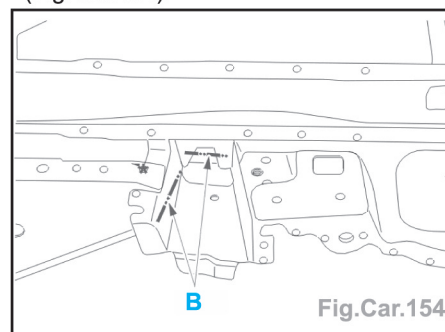

Fig.Car.154
- Découper par fraisage des points, par meulage des points (suivant B) et déposer le support suspension assemblé (Fig.Car.154).